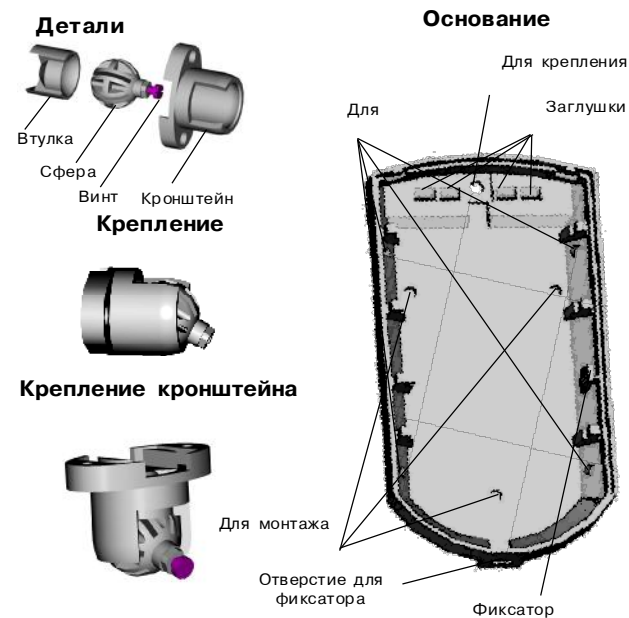

Рис.19 Основание извещателя и кронштейн
- снимите крышку извещателя, отжав при помощи отвертки фиксатор через отверстие расположенное в нижней части основания извещателя (рис. 19);